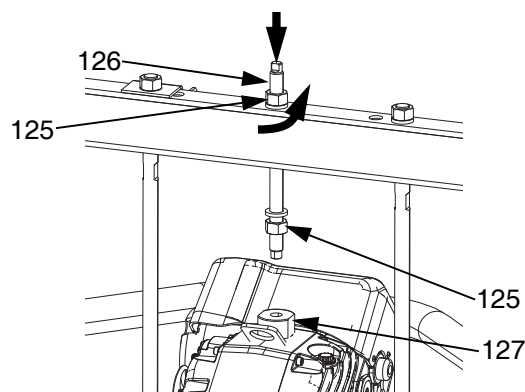

FIG. 28: Piatto da 200 l (55 gal)
- a. *Unità di alimentazione D200 16,5 cm (6,5")*: allentare il dado (125) sotto la barra a croce. Utilizzare una chiave per tenere in posizione l'adattatore dell'anello di sollevamento (127) e con un'altra chiave allentare l'asta filettata (126) posta sulla traversa. Vedere FIG. 28.